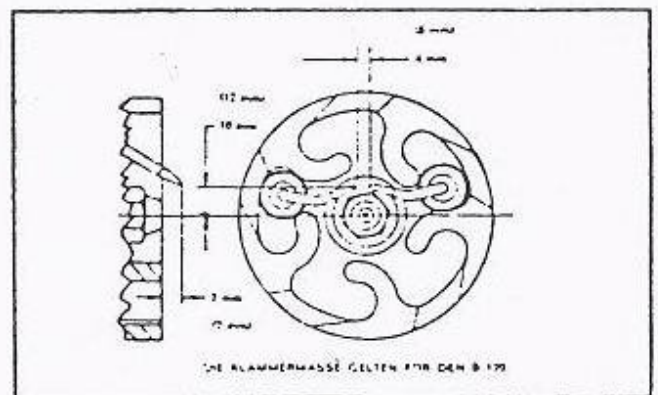

Bild 3
6. Elektroden einstellen. Nach jeder Reinigung muß die Elektrodeneinstellung geprüft werden (Bild 3).
3. Elektroden ausrichten. Nehmen Sie die Einstellung der Elektroden wie in Bild 3 gezeigt vor. Beachten Sie die unterschiedliche Einstellung der beiden Typen.